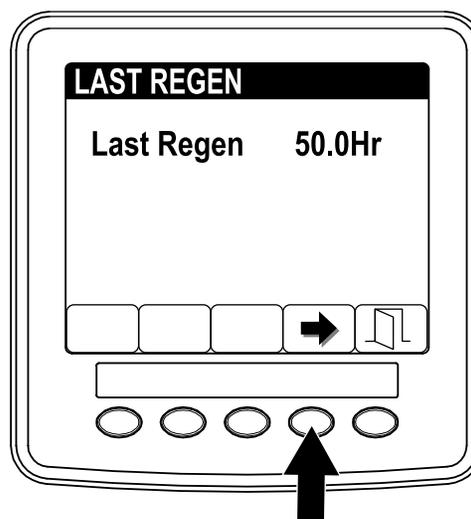

図 35
3. LAST REGEN フィールド 図 35 で、最後の再生リセット、駐車、リカバリ以降に何時間エンジンを使用したかを確認する。